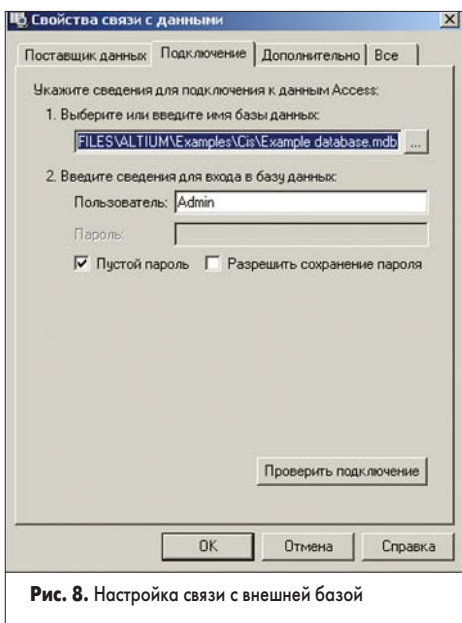

Рис. 8. Настройка связи с внешней базой
16. Нажмем кнопку Build, после чего откроется диалоговое окно настройки свойств связи (рис. 8). Обратите внимание, что в случае использования русскоязычной операционной системы это окно будет также русскоязычным. Это означает, что оно является элементом не системы Protel DXP, а операционной системы Windows.